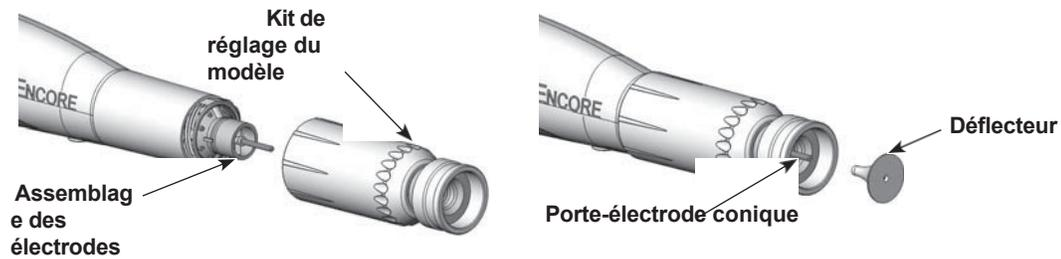

Figure 8 Pattern Installation du kit de réglage
3. Voir la figure 8. Installer la buse conique intégrale sur l'assemblage de l'électrode et visser l'écrou de la buse dans le sens des aiguilles d'une montre jusqu'à ce qu'il soit serré à la main.